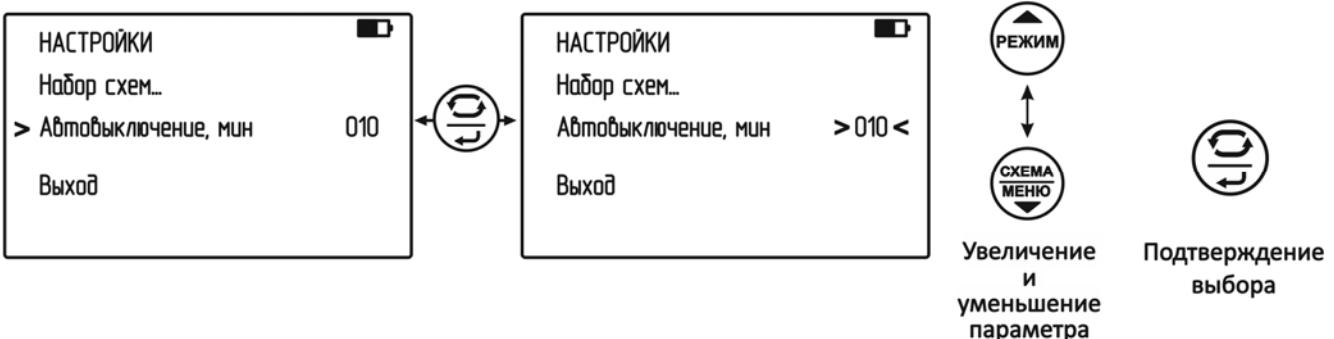

Рисунок 2.2 – Настройка времени автоотключения
- установить время автоворыключения прибора, см. рис. 2.2.